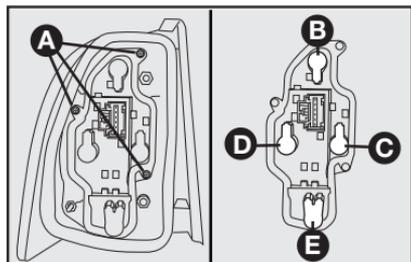

fig. 58
4) Presione las aletas **A-fig. 58** de bloqueo del portalámparas y quítelo de la lente.